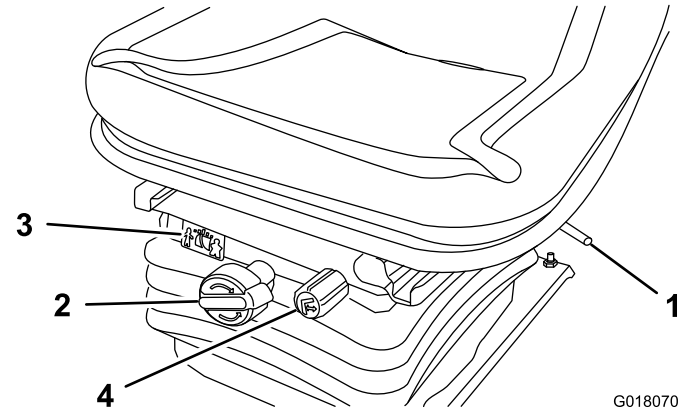

Figure 2
- Levier de réglage – pour régler le siège en avant et en arrière (Figure 2)
- Bouton de réglage de poids – Il permet de régler le siège en fonction du poids de l'utilisateur (Figure 2).
- Jauge de poids – indique quand le siège est réglé pour le poids de l'utilisateur (Figure 2).
- Bouton de réglage de taille – Il permet de régler le siège en fonction de la taille de l'utilisateur (Figure 2).